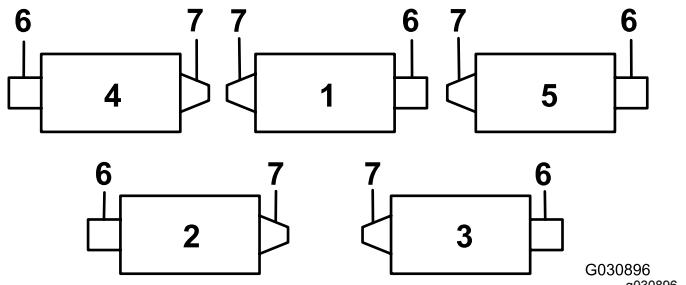

Figura 7
**Importante:** Sull'elemento di taglio n. 4 (anteriore sinistro) e n. 5 (anteriore destro), utilizzate i dadi di fissaggio della staffa dell'asta per montare le guide del flessibile sulla parte anteriore delle alette dell'elemento di taglio (Figura 7 e Figura 8). Le guide del flessibile devono essere inclinate verso l'elemento di taglio (Figura 8 e Figura 9).